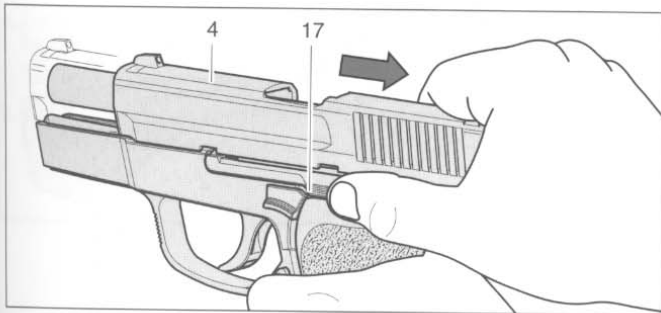

Abb. 8
2. Verschluss **4** bis zum Anschlag nach hinten ziehen und durch Hochdrücken des Verschlussfanghebels **17** den Verschluss **4** in geöffneter Stellung festhalten (Abb. 8).